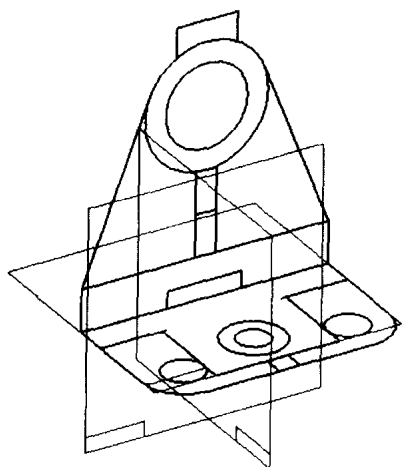

图 1-31
11. 单击[完成]按钮结束二维草图，返回零件设计环境（如图 1-31 所示）。